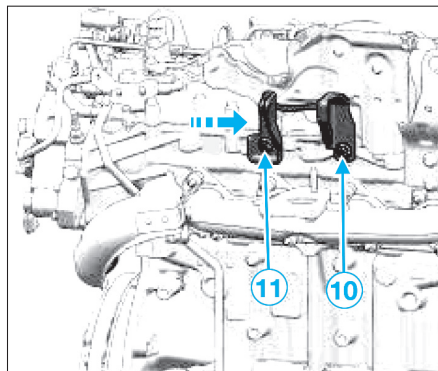

FIG. 54
- Approcher à la main les vis (10) et (11) (fig. 54).